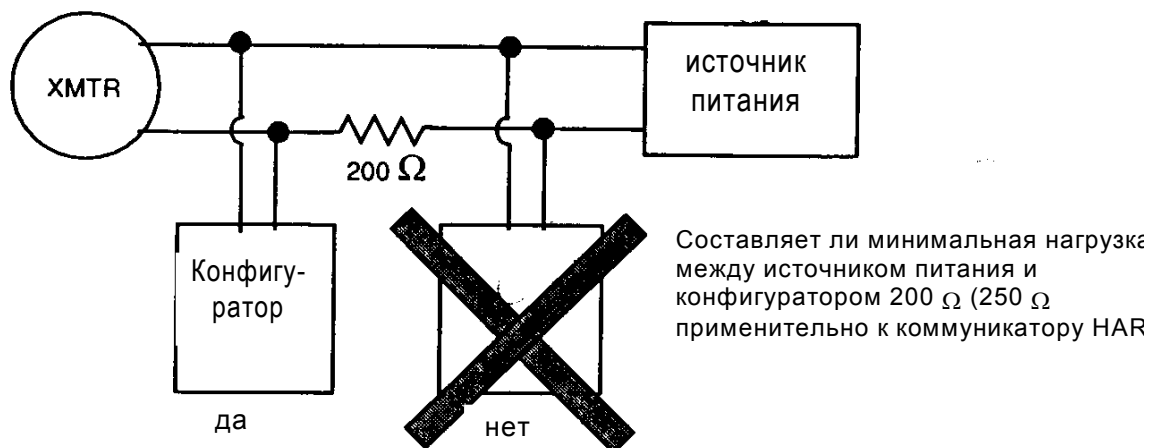

Рисунок 19. Минимальная нагрузка между источником питания и конфигуратором
В системе Foxbogo I/A Series не предусмотрено непосредственное интегрирование *цифрового* выхода HART в систему управления. Двусторонняя связь между преобразователем и системой управления отсутствует, что исключает возможность многоточечной связи. Следовательно, выход 4 ... 20 мА может быть подключен только к аналоговым модулям FBM01 или FBM04. Для обеспечения надлежащей связи с коммутатором HART, модель 275 (Foxbogo, модель HT991), программным обеспечением Foxbogo AB0991 или иным дистанционным конфигуратором на основе HART, между модулем FBM и в точке присоединения дистанционного конфигуратора в контуре необходимо установить нагрузку, составляющую не менее 250 ом (см. Рис. 19). Питание преобразователя поступает через модуль FBM или от дистанционного источника питания.
1. Преобразователь может быть конфигурирован для работы с выходом 4 ... 20 мА с подключением преобразователя к аналоговым модулям FBM01 или FBM04. При такой конфигурации данные измерений передаются в систему посредством сигнала 4 ... 20 мА. Двусторонняя связь между преобразователем и системой управления отсутствует. Для обеспечения надлежащей связи с терминалом ННТ и конфигуратором на основе ПК между модулем FBM и точкой присоединения дистанционного конфигуратора в контуре электропроводки подается нагрузка не менее 200 ом (см. Рис. 19). Питание преобразователя поступает через модуль FMB или от дистанционного источника питания.
При присоединении дистанционных конфигураторов к контуру, в состав которого входит преобразователь с выходом 4...20 мА, важно правильно разместить конфигуратор по отношению к нагрузкам в контуре. На Рис. 19 и 20 показаны ограничения по включению конфигуратора в контур.